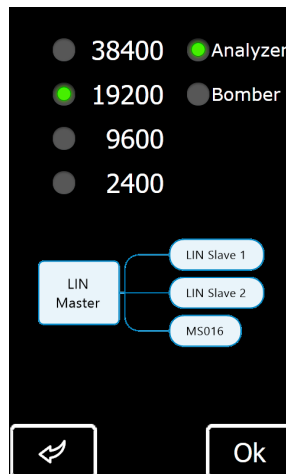

Рисунок 26. Екран вибору режиму і швидкості роботи шини LIN
3. У головному меню тестера вибрати режим "LIN analyzer", потім на екрані (рис. 26) вибрати режим "Analyzer" і підібрати швидкість роботи шини LIN. Натисніть кнопку "OK" - відкриється вікно виведення даних, зчитаних по LIN шині (рис. 28).
3. У головному меню тестера вибрати режим "LIN analyzer", потім на екрані (рис. 26) вибрати режим "Bomber" і швидкість роботи шини LIN. Натисніть "OK" - відкриється вікно режиму (рис. 29).